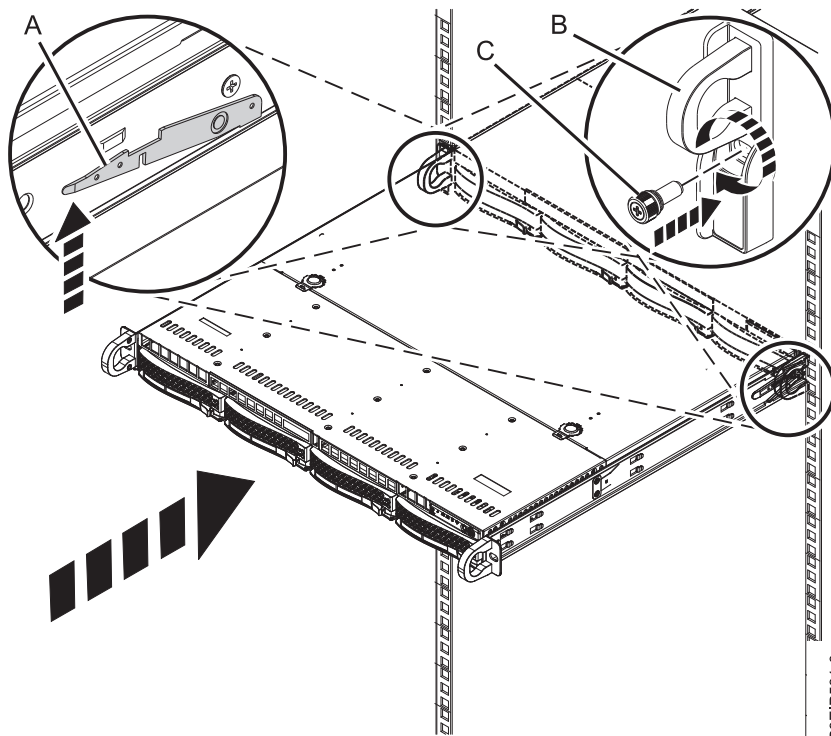

Figura 80. Colocando o sistema na posição de operação
5. Libere as travas de segurança do trilho (A) erguendo-as, conforme mostrado na Figura 80, em seguida, empurre o sistema totalmente para dentro do rack. As travas de segurança trabalham em direções opostas; a trava em um lado se move para cima enquanto a trava no outro lado se move para baixo.